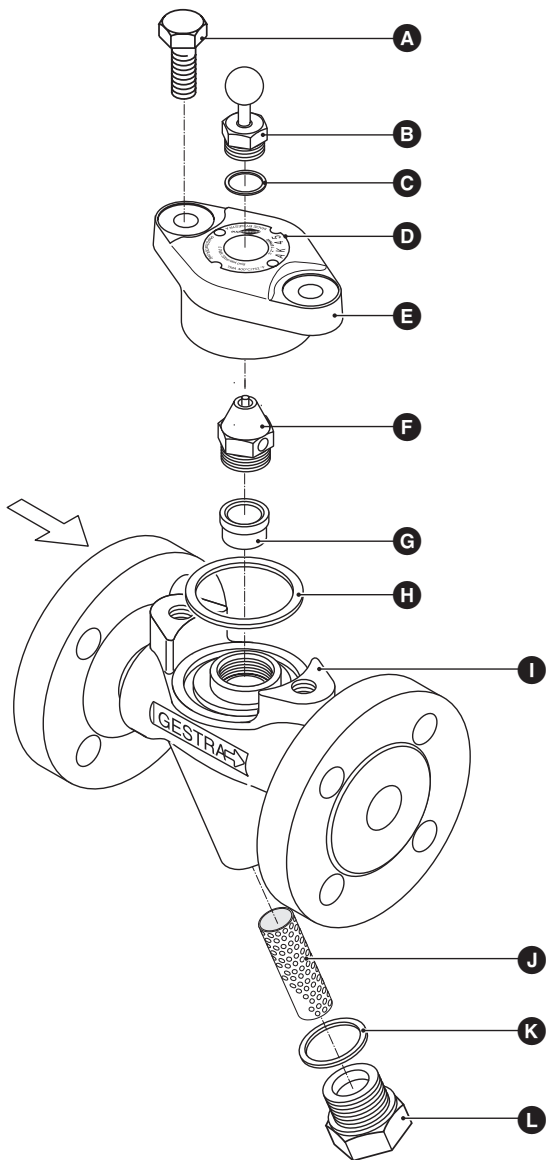

Fig. 2
2. Svitare in le viti **A** e togliere il coperchi **E** dal corpo **I** Fig. 2.
2. Svitare le viti **A** e togliere il coperchi **E** dal corpo **I** Fig. 2.